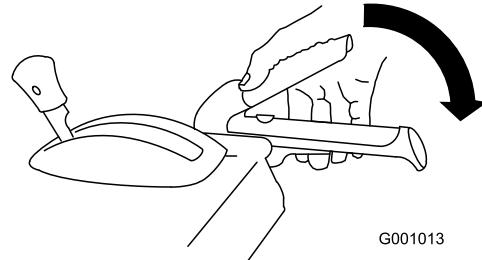

Figure 36
1. Pour engager la fraise à neige/turbine, serrez le levier droit (fraise à neige/turbine) contre la poignée (Figure 36).